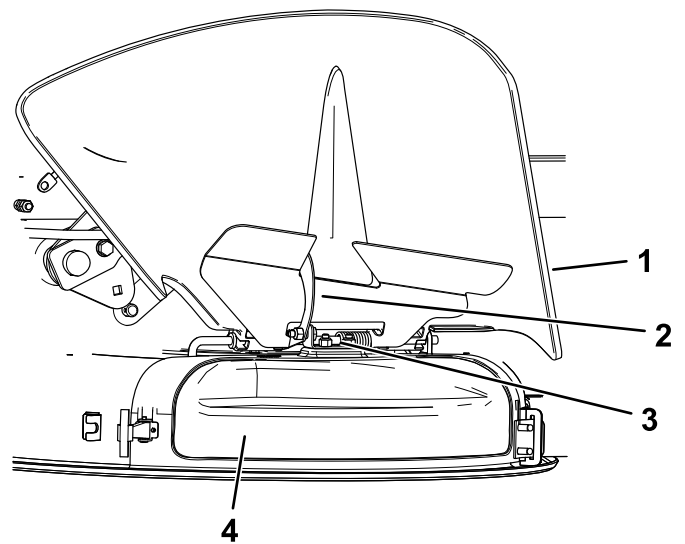

Figura 15
4. Eliberați elementul de fixare în formă de cârlig de la partea superioară a capacului de evacuare de la tija de pivotare (Figura 15).
5. La partea superioară a capacului de evacuare, cuplați elementul de fixare în formă de cârlig pe tija de pivotare a ansamblului deflector (Figura 15).